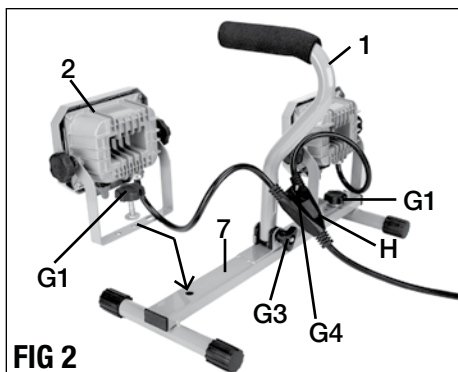

FIG 2
FIXATION DES TÊTES DE LA LAMPE DE TRAVAIL AU PIED (FIG 2)
1. Placer le pied (7) sur une surface plane.
2. Tournez la poignée de transport (1) vers le haut. Serrer le bouton de verrouillage de la poignée (G3) pour le fixer en place.
3. Se servir des boutons de verrouillage (G1), de rondelles plates et à ressort pour fixer les deux têtes de la lampe de travail aux côtés du pied comme montré à la FIG. 2.
4. Accrochez le séparateur de câble d'alimentation (H) au crochet (G4).